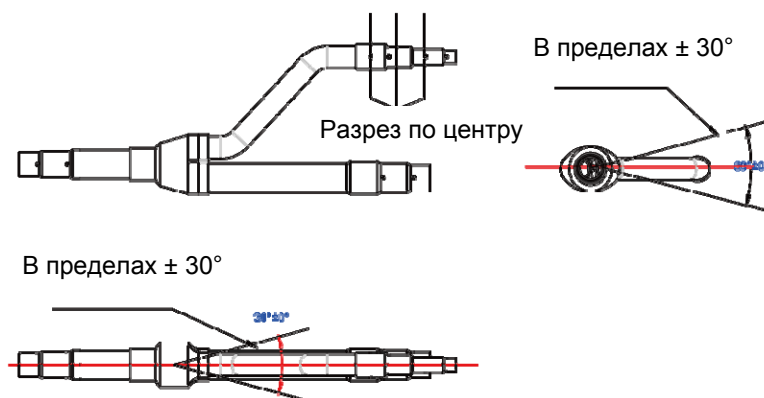

Рис. 21
- 4) Соединения внутреннего и наружного блоков следует обернуть изоляционным материалом и не оставлять зазора между трубой и стеной. См. Рис. 21.